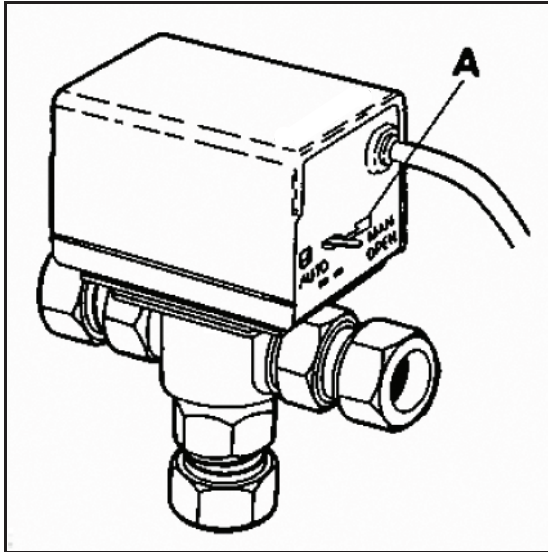
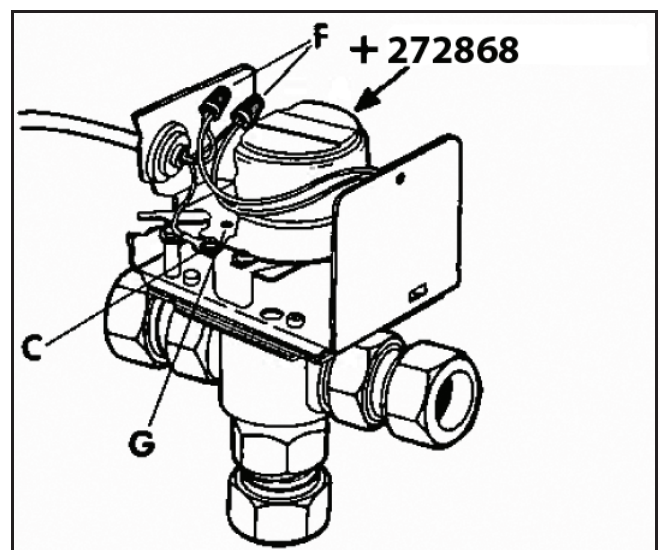

Fig. 1.
Fig. 4.
1. Place the AUTO/MAN lever in the AUTO position (Fig. 1).
2. Insert the pinion of the replacement motor into locating hole (G) so that it engages the gear quadrant under the plate. CHECK THAT GEAR AND PINION ARE MESHED BY HOLDING THE MOTOR IN POSITION AND MOVING THE AUTO/MAN LEVER INTO THE "MAN" POSITION. IF THEY ARE MESHED
3. Secure the motor using mounting screws (E) provided.
4. Twist the wires together as shown in Fig. 4. Screw in the plastic wire connectors (F) provided.
1. Spostare la leva AUTO/MAN nella posizione AUTO (Fig. 1).
2. Inserire il pignone del nuovo motore nel foro di riferimento (G) in modo che si innesti con il settore dentato sotto la piastra. CONTROLLARE CHE IL SETTORE ED IL PIGNONE SIANO INGRANATI E TENENDO IL MOTORE FERMO IN E SPOSTARE LA LEVA AUTO/MAN NELLA POSIZIONE "MAN". ESSI SONO INGRANATI SE IL MOTORE FA RESISTENZA. INOLTRE, RILASCIANDO LA LEVA, ESSA RITORNERA' AUTOMATICAMENTE IN POSIZIONE "AUTO".
3. Fissare il motore usando le due viti di montaggio (E).
1. Zet de handbedieningshendel in de stand AUTO (Fig. 1).
2. Steek het aandrijftandwiel van de nieuwe motor in het gat (G), zodanig dat de tanden ingrijpen op de tandkrans onder de plaat. CONTROLEER OF HET TANDWIEL EN DE TANDKRANS INDERDAAD IN ELKAAR GRIJPEN DOOR DE MOTOR OP ZUN PLAATS TE HOUDEN EN DE HANDBEDIENINGSHENDEL IN DE STAND "MAN" (= MANUEEL = HANDBEDIENING) TE ZETTEN. ALS DE TANDEN CORRECT IN ELKAAR GRIJPEN, ZAL DE MOTOR "SNORREN". ALS U DE HANDBEDIENINGSHENDEL UIT DE BORGSTAND DUWT EN ZAL OP VEERKRACHT AUTOMATISCH TERUGLOPEN NAAR DE STAND "AUTO".
3. Zet de motor in het motorcompartiment vast met behulp van de meegeleverde bevestigingsschroeven (E).
4. Draai de te verbinden aansluitdraden in elkaar zoals aangegeven in Fig. 4 en schroef de meegeleverde plastieken usnoer connectoren vast.
1. Mettre le levier AUTO/MAN en position AUTO (Fig. 1).
2. Insérer le pignon du moteur de remplacement dans le vide réservé à cet effet (G) de manière à ce que son secteur denté s'engage sous la plaque. VERIFIER QUE LE PIGNON EST ENGAGE EN TENANT LE MOTEUR EN POSITION DE MONTAGE, TOUT EN DEPLACANT LE LEVIER "AUTO/MAN" EN POSITION "MAN". LE POSITIONNEMENT DU MOTEUR EST CORRET LORSQU'IL EMET UN BRUIT DE FONCTIONNEMENT. LE LEVIER AUTO/MAN REVIENDRA AUTOMATIQUEMENT EN POSITION "AUTO" LORSQU'IL EST RELACHE.
4. Rouler les fils tel qu'illustré en Fig. 4, et visser le connecteur en plastique (F), également fourni.
5. Remettre sous tension (ON) et vérifier le fonctionnement de la vanne en position "ouvert" et "fermé".
1. Hebee "AUTO/MAN" in die Position AUTO bringen (Abb. 1).
3. Neuen Motor mit Hilfe der Befestigungsschrauben (E) montieren.
4. Drähte wie in Abb. 4 gezeigt verdrehen. Die Kunststoffverbinder (F) (mitgeliefert) einschrauben.